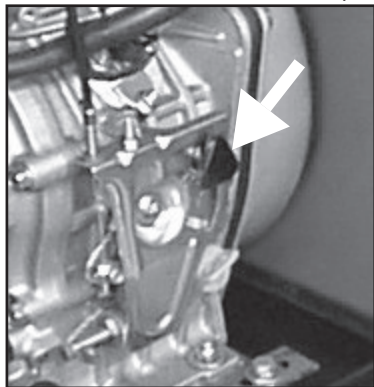

Fig. 7
- 2) Versões P3500 – P4500 – P6000 – WP180 (Motor YANMAR): Colocar o comando do acelerador, situado NÃO motor (ver fig. 7) para cima; aguardar o completo desligamento do motor, colocar novamente a chave na posição "OFF".